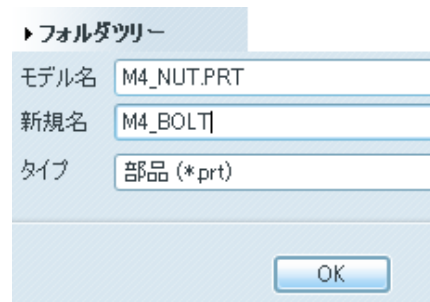

図 5-26 コピーを保存
- 画面に 5.1 で作成したナットが表示されるので **ファイル**→**コピーを保存**→**新規名**に「M4\_BOLT」と入力して **OK** を押す(図 5-26).